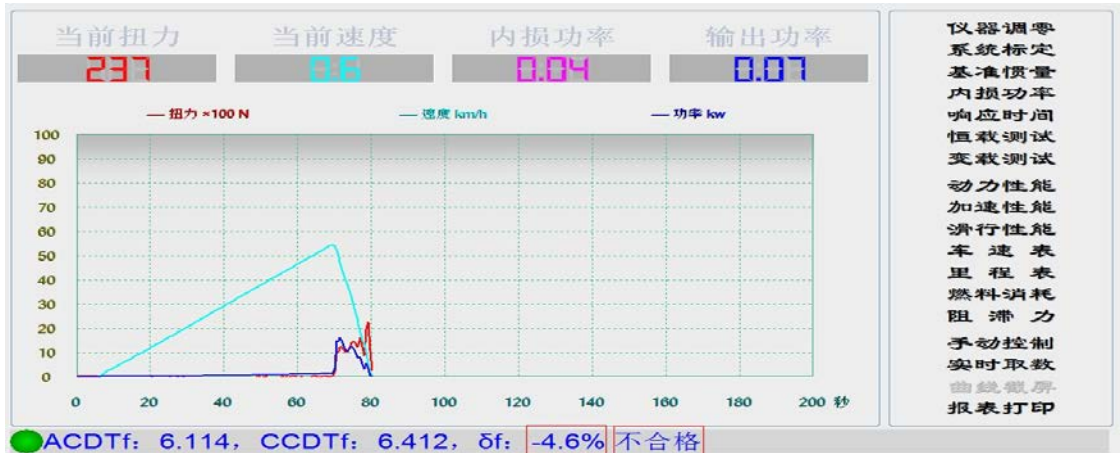

图 4.46 48.4~16.1km/h 段的变载荷加载滑行测试
(4)、如图 4.46 所示：示值误差-4.6 超出 $\pm 4\%$ 的示值误差要求，不合格。则需要重新做“内损测试”，将内损测试数据保存到单片机中后再进行变功加载测试。或开变频器让滚筒转动，将底盘测功机充分预热之后再行变功加载测试。